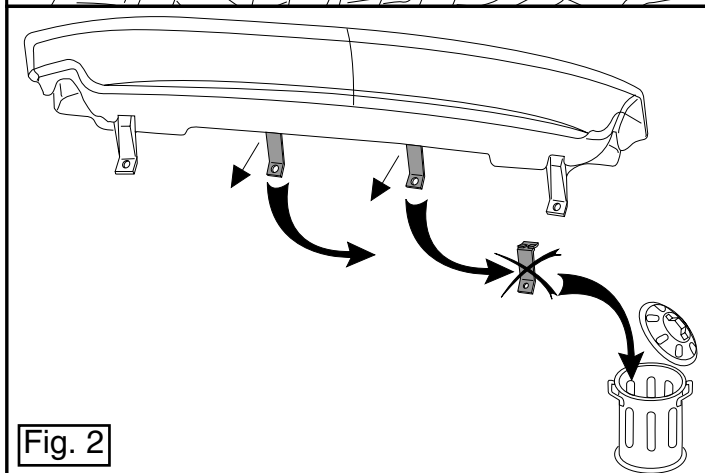
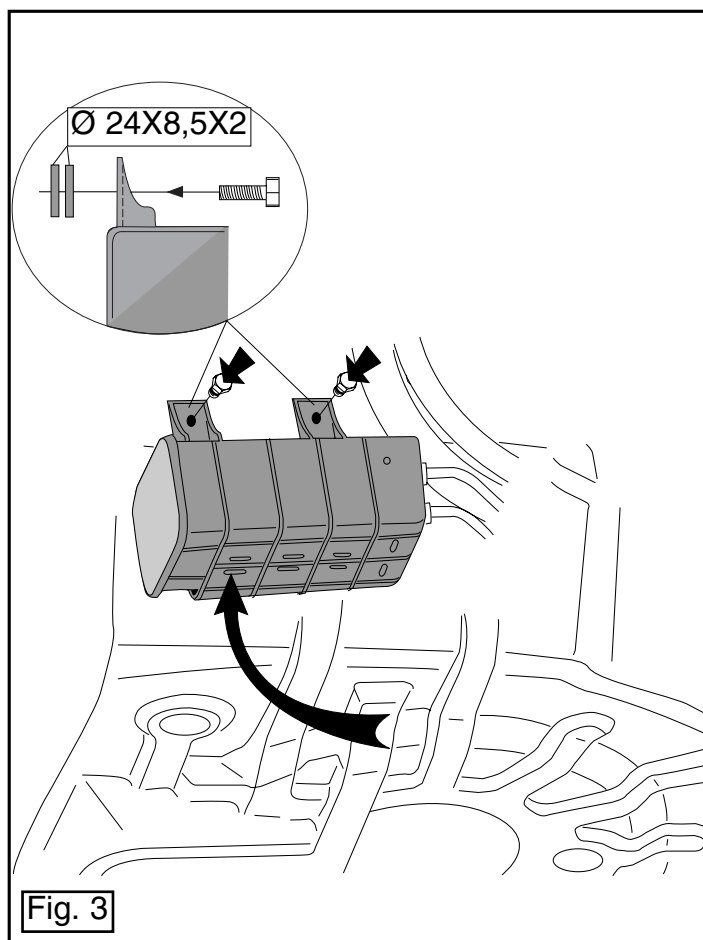

Fig. 2
Fig. 3
- Verwijder de bumpersteunen (zie fig. 2). Deze komen te vervallen.
- Demonteer het sjeroog (L). Deze komt te vervallen.
- Herplaats het canister inclusief de vulringen (zie fig. 3).
- Remove the bumper supports (see fig. 2). They will no longer be needed.
- Remove the securing eye (L). This will not be replaced.
- Die Stoßstangenhalterungen entfernen(siehe Abb.2). Diese werden nicht mehr benötigt.
- Die Sichertheitsöse (L) abmontieren. Diese wird nicht mehr benötigt.
- Den Kanister einschließlich Füllringe wieder anbringen (siehe Abb.3).
- Enlever les supports du pare-chocs (voir fig. 2). Ils ne seront plus utilisés.
- Démonter l'anneau de remorquage (G). Il ne sera plus utilisé/s.
- Réinstaller le réservoir à charbon actif y compris les anneaux de calage (voir fig. 3).